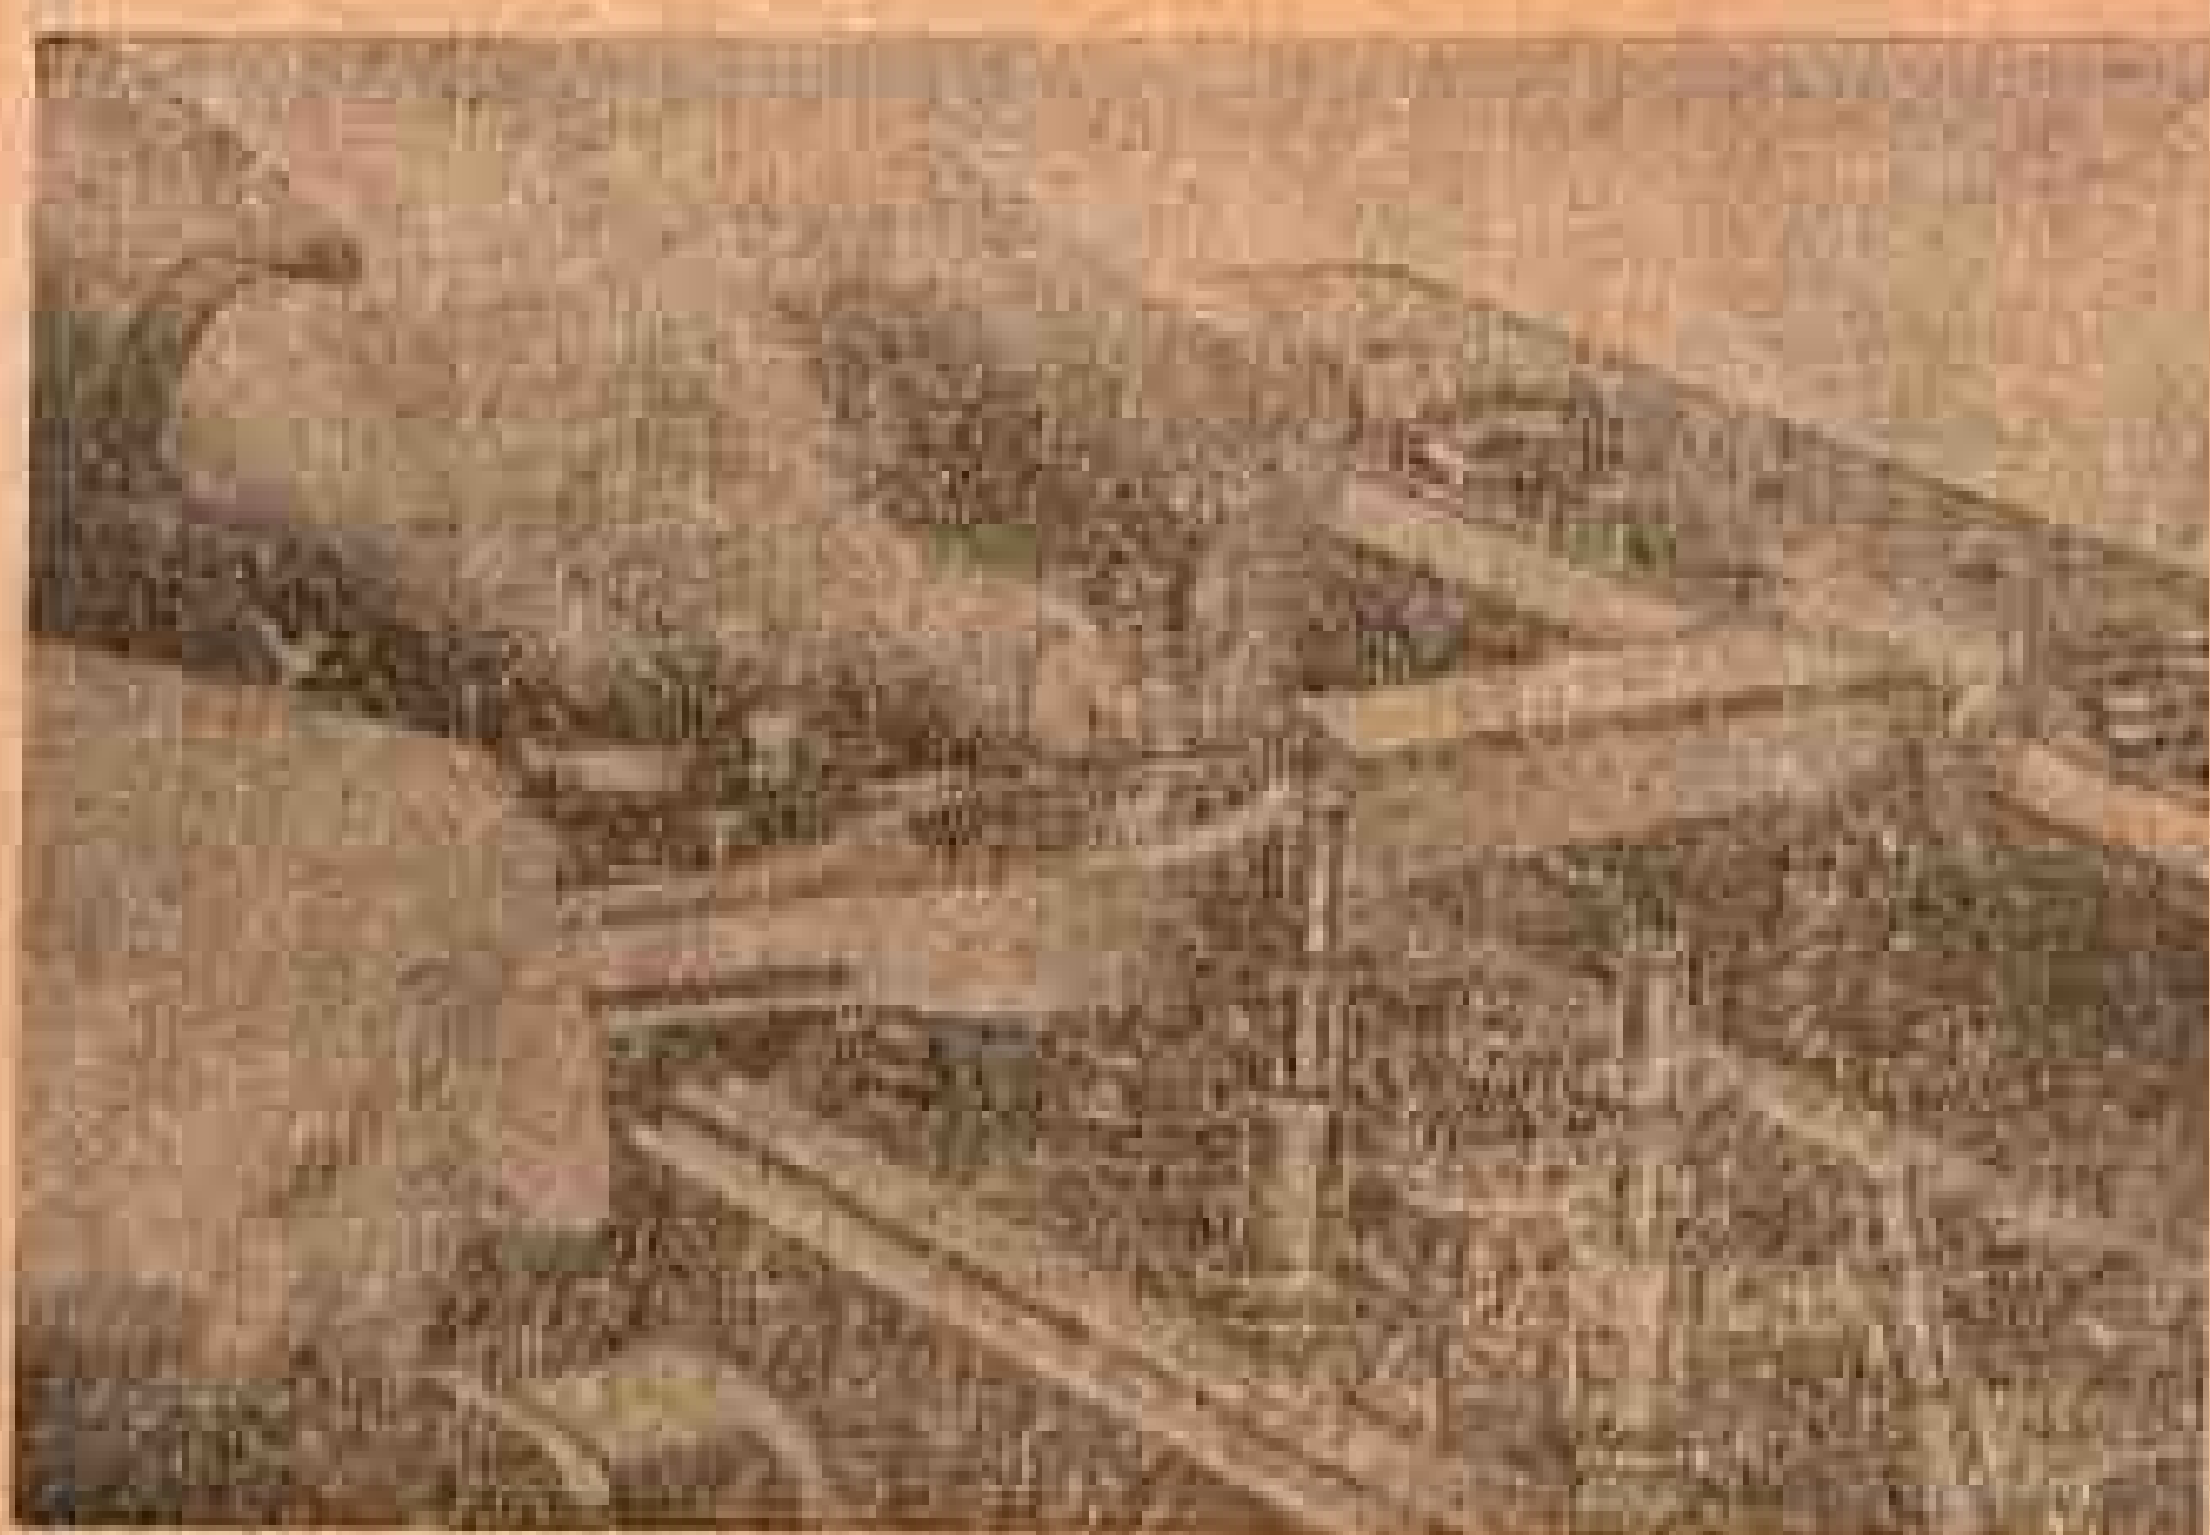

Fig. 329 — Comprimindo a mola da válvula para retirar a capa da válvula e chave.
c) — **Motor com válvulas elevadas** — No motor com válvulas elevadas, o conjunto da cabeça dos cilindros com as válvulas e o mecanismo do braço oscilante devem ser retirados do motor como uma unidade, antes de desmontados. O eixo e o conjunto do braço oscilante são então destacados da cabeça do cilindro, seguindo-se-lhes as válvulas. Um dispositivo especial de contenção da cabeça do cilindro (fig. 328) é muito conveniente para essa operação. Essa peça não só tem lugar para todas as válvulas, chaves, molas e capas de molas que podem ser mantidas na devida ordem como tem ainda um compressor de mola de válvula o qual, comprimindo as molas facilita as retiradas das válvulas (fig. 329).